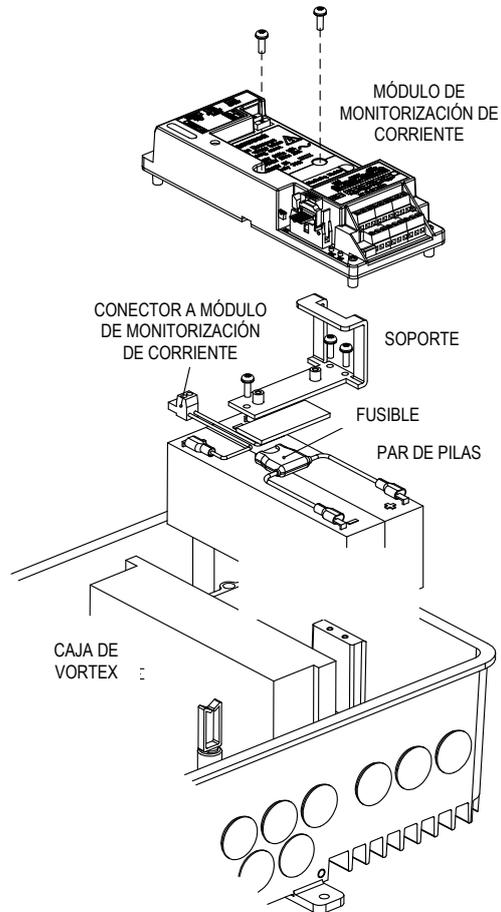

Figura 15: Retirada de las pilas de la caja estándar de Vortex
2. Desatornille los dos tornillos centrales grandes del módulo de monitorización de corriente y retírelo con cuidado sin desconectar ningún otro cable (consulte la Figura 15).